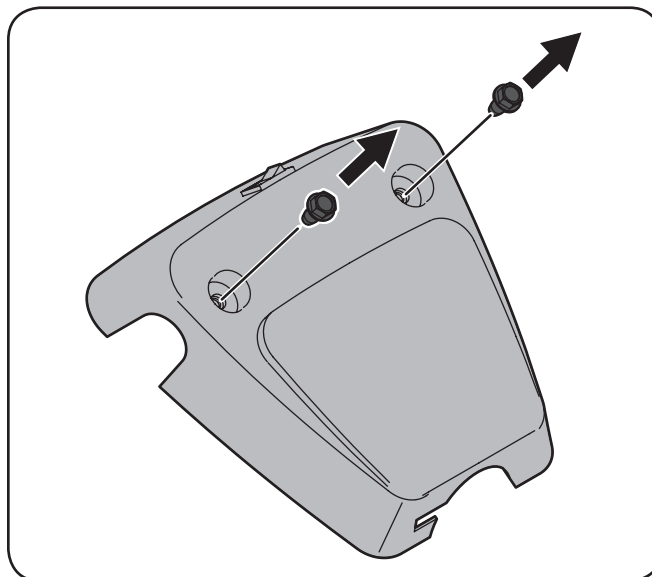

Figura 3-2
2. Con la llave de cubo de $\frac{3}{8}$ " extraiga los tornillos de cabeza hexagonal del panel. Consulte la Figura 3-2.